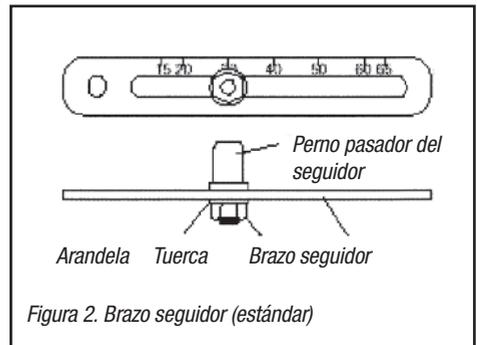

Figura 2. Brazo seguidor (estándar)
1. Ajuste el pasador del seguidor (CARRERA + 10 mm) como se indica en la escala en relieve del brazo seguidor (Figura 2).